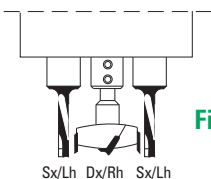

Fig. 3
Montare nella boccola centrale la punta per cerniere dx e bloccarla con le viti (4), montare nelle boccole laterali le punte componibili sx e bloccarle con le viti (4) (vedi Fig. 3).